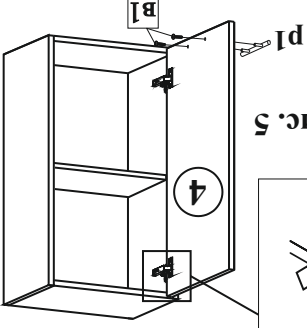

Рис. 4
5.8. Установить на корпусе шкафа петли для навешивания **пд** (рис. 4) при помощи шурупов **шр1**.